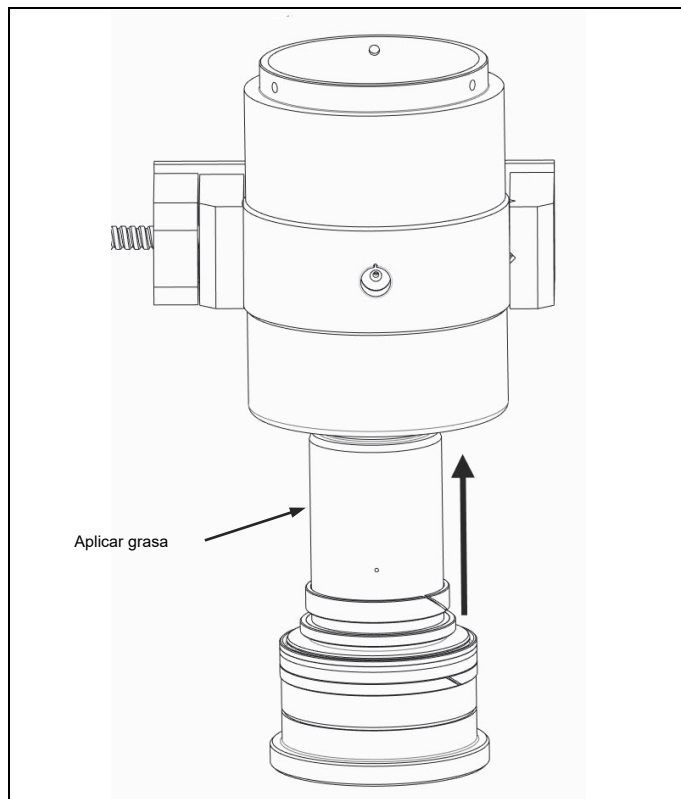

Fig. 4.7 Engrasar e instalar el pistón
- Al deslizar el pistón en el cuerpo procure no dañar las superficies internas. (Fig. 4.7)